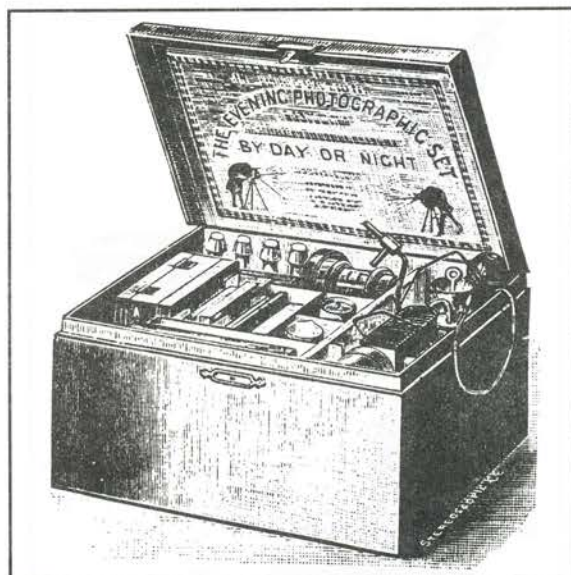

Fig. 7. "The Evening Photographic Set", fra London Stereoscopic Co, blev leveret komplet med kamera, lamper og andet nødvendigt udstyr. Ca. 1893.
For den som fuldt ud vil beskæftige sig med fotografering i mørke, fandtes "The evening photographic set", fig. 7. Dette blev leveret af London Stereoscopic Co., komplet med kamera og lamper. Det blev specielt anbefalet til dem, som drev fotografering i huler, gruber og tunneler. Allerede i 1887 udkom den første bog om magnesiumfotografering (16), og bidrog meget til øget brug af magnesiumfotografering. De to herrer fik tysk